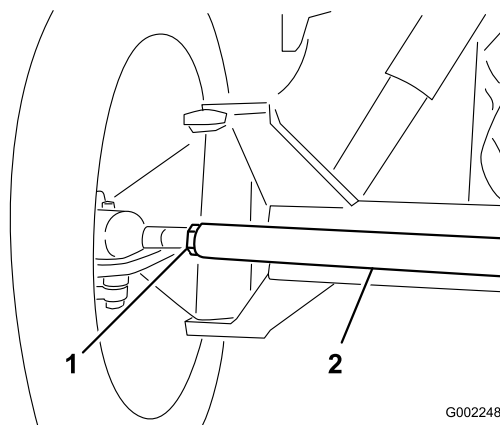

Рисунок 85
3. Если измеренное значение выходит за пределы заданного диапазона, ослабьте контргайки с обоих концов тяг (Рисунок 85).